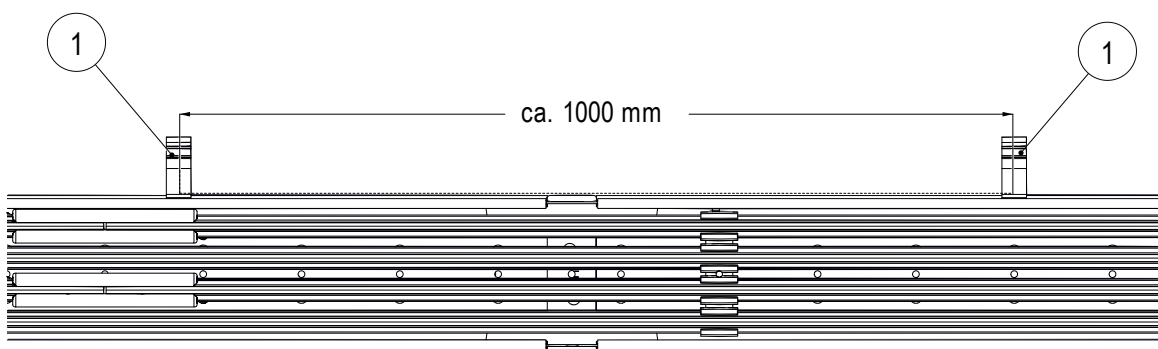

Abb. 41: Abstand der Bandhalter
2. Alle weiteren Bandhalter auf die gleiche Weise montieren und dabei den Abstand von 1000 mm einhalten (siehe Abb. 41).